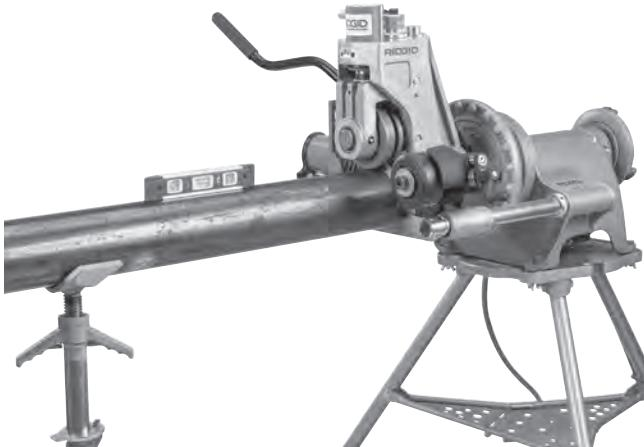

Figure 14 – Nivellement du tuyau
- Les axes du tuyau et de l'arbre d'entraînement doivent être alignés. Cet alignement peut être vérifié à l'aide d'un niveau à bulle placé sur le cylindre hydraulique et sur le tuyau (*Figure 14*).